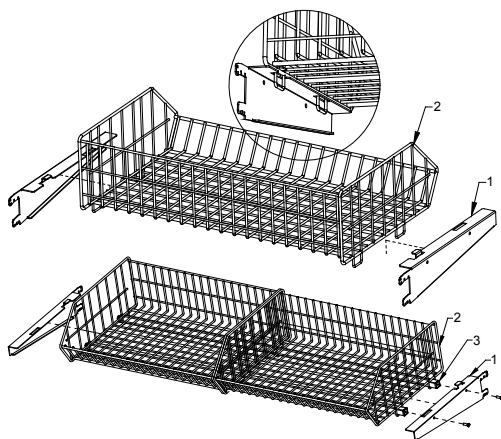

Abb.7 Gemüse- und Obstkörbe
2. Die Regalen und/ oder Körben Abb.5 (S.26) i/oder Abb.7 (S.26) an